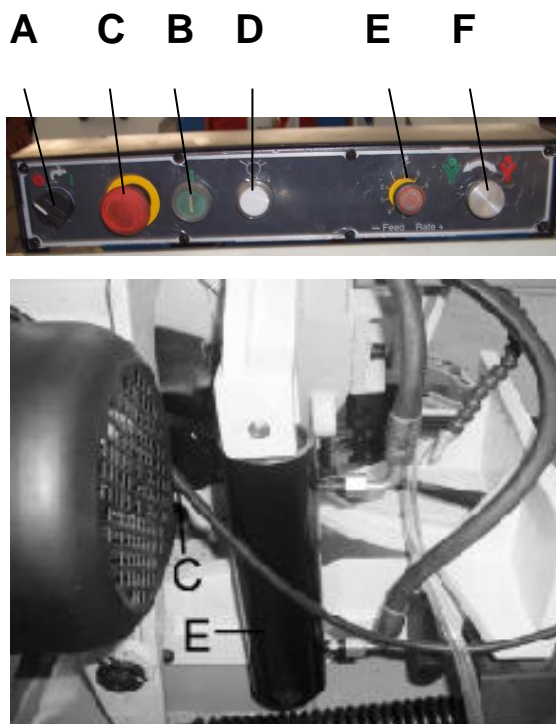

Рис. 3
5. Чтобы отрегулировать скорость подачи при резке, поверните регулировочный клапан (D) по часовой стрелке для увеличения скорости подачи или против часовой стрелки для уменьшения скорости подачи. Когда клапан (D) будет правильно отрегулирован, поверните регулировочный клапан (Е), чтобы управлять работой пилы.
6. Для остановки двигателя после завершения резки предусмотрен автоматический концевой выключатель. Концевой выключатель (D) управляется рычагом (С), рис.3, который контактирует с верхней частью гидроцилиндра (Е), отключая подачу двигателя и охлаждающей жидкости.
7. Если двигатель останавливается до завершения резки или продолжает работать после завершения резки, переключатель пределов (D) Рис.3. Можно отрегулировать вверх или вниз, открутив два винта.